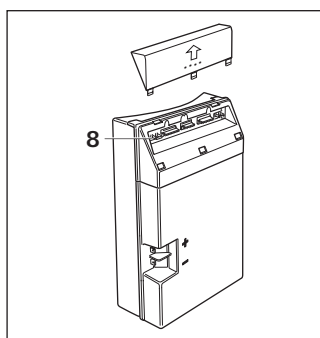

Bild 2
– Bild 2: Trumatic C 6002 EH:
– Fig. 2: Trumatic C 6002 EH:
– **Figure 2 : Trumatic C 6002 EH :**